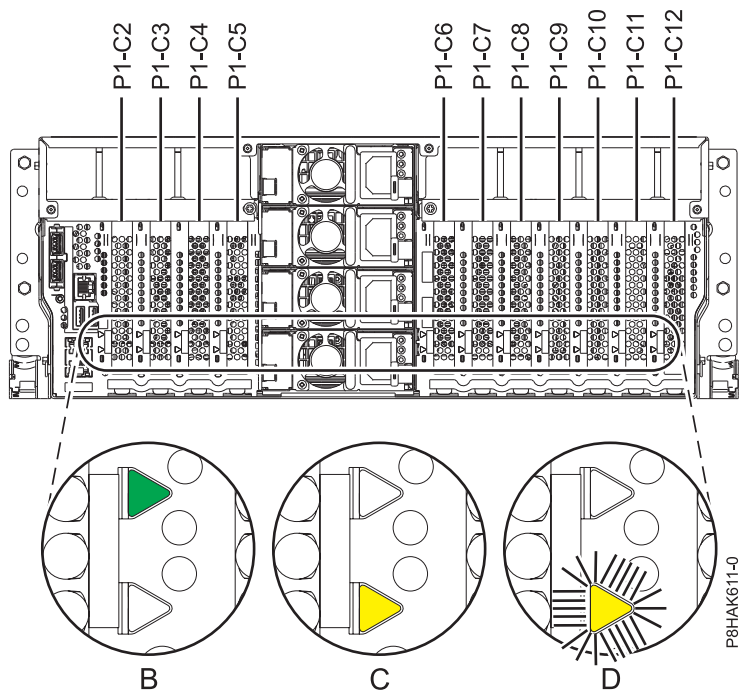
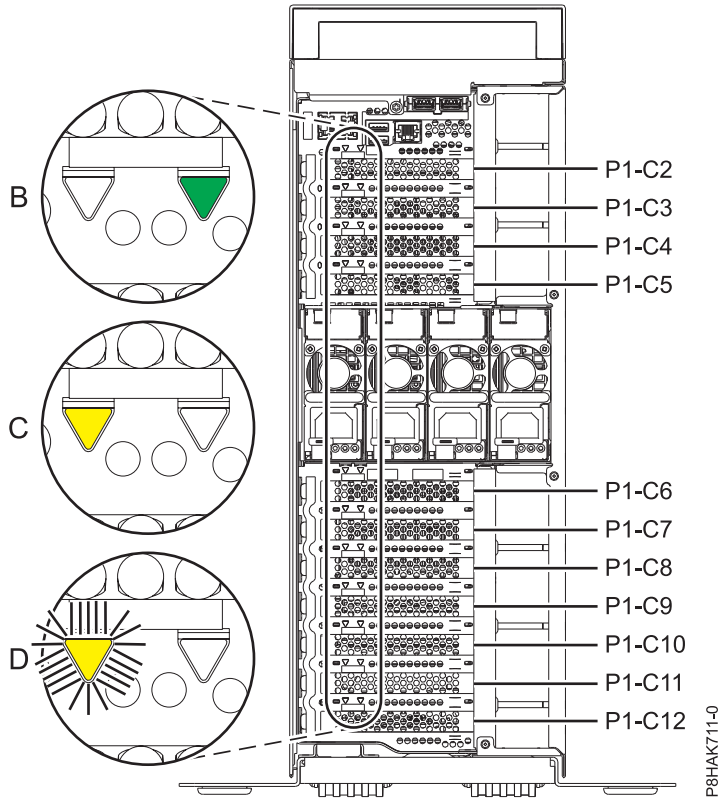

Figure 66. Emplacements des cartes PCIe et emplacements des voyants sur un système monté en armoire
Figure 67. Emplacements des cartes PCIe et emplacements des voyants sur un système 8286-41A autonome
6. Familiarisez-vous avec les emplacements de carte PCIe et les voyants d'activité pour la carte PCIe sur laquelle vous souhaitez exécuter des tâches de maintenance. Les cartes PCIe sont installées à l'arrière du système. La figure 66, à la page 73 et la figure 67, à la page 73 illustrent les emplacements des cartes PCIe sur un système et les emplacements des voyants pour la carte PCIe.